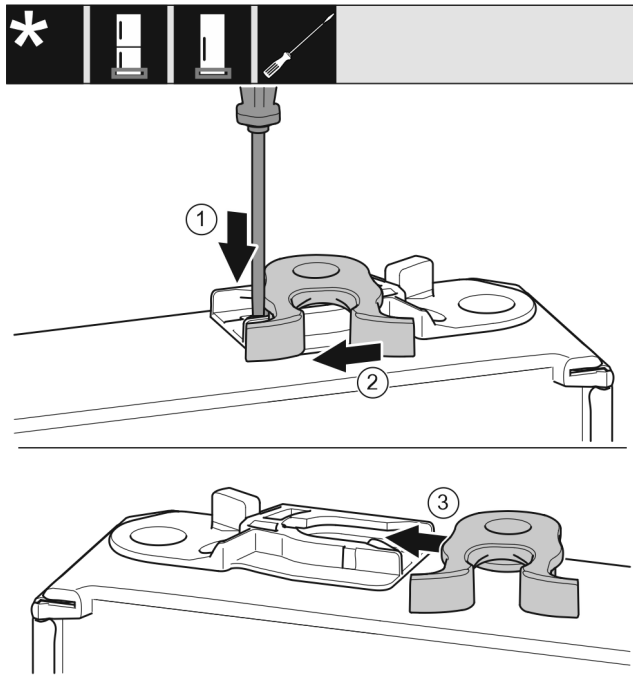

Fig. 21
- Lasche Fig. 21 (1) mit Schlitzschraubendreher nach unten drücken.
- Schließhaken Fig. 21 (2) aus Führung ziehen.
- Schließhaken Fig. 21 (3) auf anderer Seite in Führung schieben.